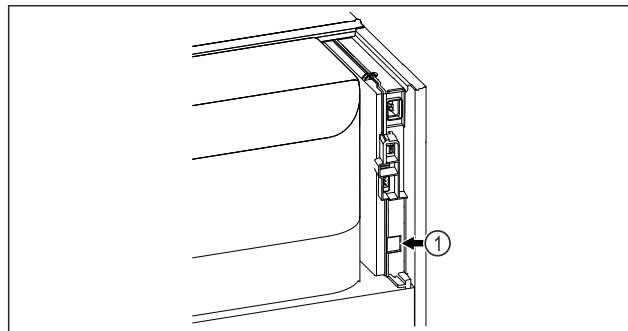

Fig. 77
- SmartModule Fig. 77 (1) er satt inn.